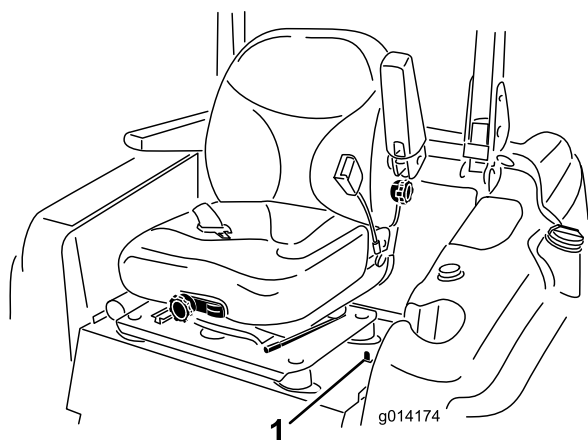

Figura 16
1. Mueva el enganche del asiento, situado en el lado izquierdo del asiento (Figura 16), hacia atrás para desenganchar el asiento, y tire hacia adelante de la parte superior del asiento.